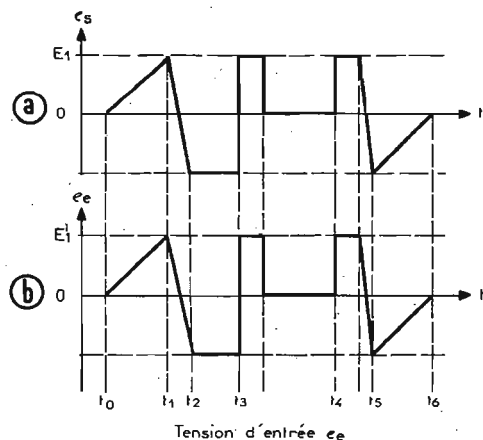

FIG. 1
Cette tension se caractérise par la variation de sa valeur en fonction du temps. Ainsi, au temps $t = t_1$, la tension e_s est égale à E_1 volts. Supposons que la tension d'entrée e_e soit représentée par la figure 1 (B). Si en tout moment, la valeur de e_e est identique à celle de e_s , on pourra affirmer que les deux tensions e_s et e_e sont identiques à tous les points de vue. Dans ce cas, il y a haute fidélité intégrale.